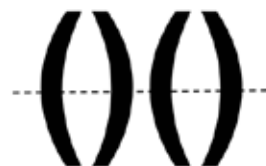

Abb. 24. Anordnung Spannscheiben
4. Darauf achten, dass Flachstähle und Spannscheiben korrekt angeordnet sind (vgl. Abb. 24).